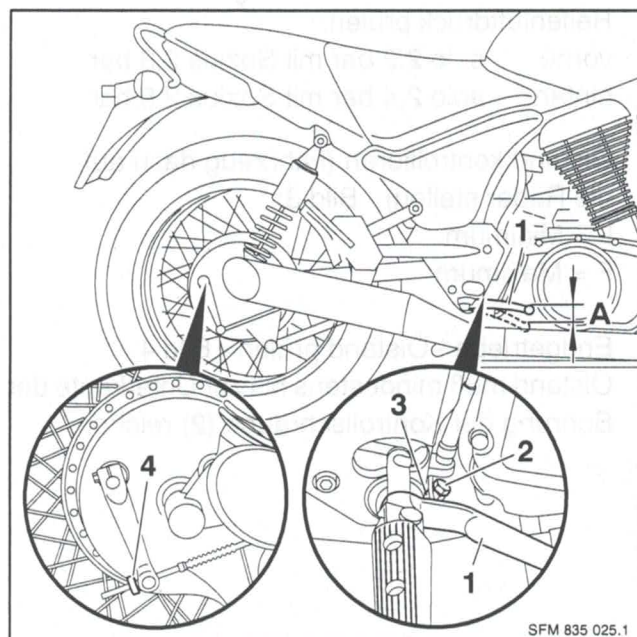

Bild 7
- Bremseinstellung für Hinterradbremse prüfen - Bild 7